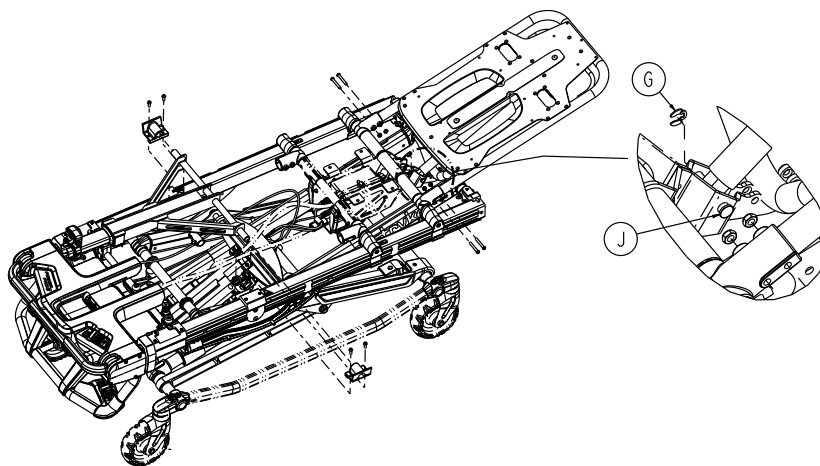

Figure 14 – Retirer le circlip et la goupille du vérin du relève-buste
- c. À l'aide d'un petit tournevis à fente, retirer le circlip (G) et la goupille du vérin de relève-buste (J) qui fixent le bas du vérin pneumatique au support (Figure 14). Conserver le circlip et la goupille du vérin du relève-buste.